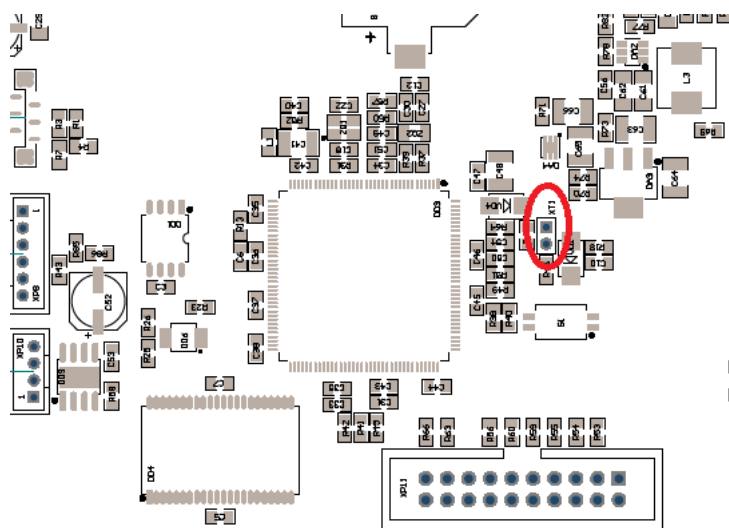

Рис. 1
- закоротить контакты 1 и 2 разъема XT1 (рис. 1), установить выключатель питания в положение "I";